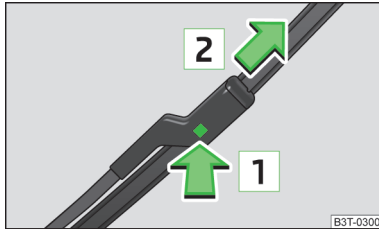

Abb. 194
- Den Scheibenwischerarm am oberen Teil halten und die Sicherung **1** » Abb. 194 drücken.